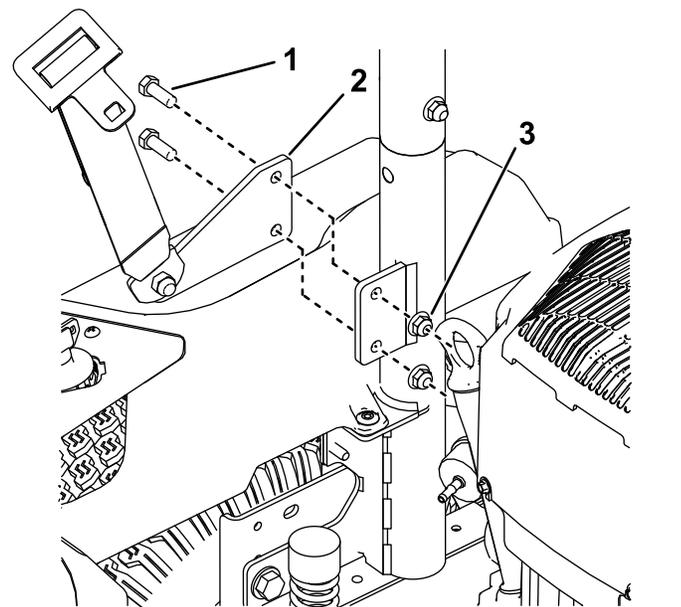

図 13
- シートベルトブラケットを ROPS マウントの外側に取り付ける 図 13。
- 左ポッドブラケットを機体フレームに取り付ける。タップねじ5/16 x  $\frac{3}{4}$ " 2本で 図 13 のように取り付ける。